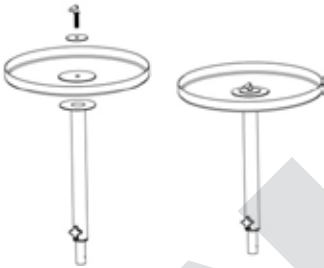

fig. 2
7. Coloque la arandela sobre el orificio de la parte inferior de la base. A continuación, introduzca el tornillo de fijación de la base y enrósquelo fijamente (fig. 2).